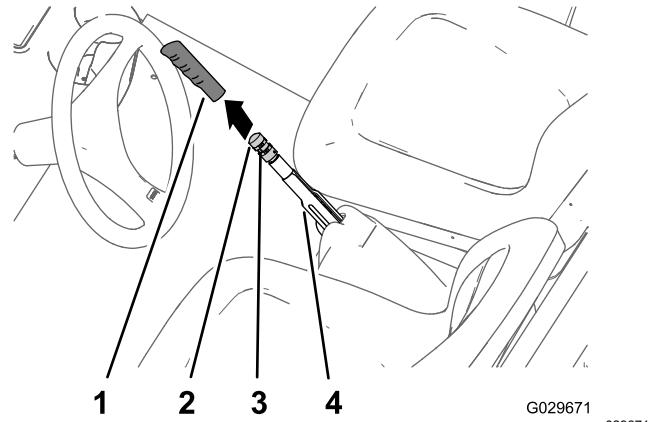

Bild 65
1. Nehmen Sie den Griff vom Feststellbremshebel ab (Bild 65).
2. Lösen Sie die Stellschraube, mit der das Feststellbremshandrad am Feststellbremshebel befestigt ist (Bild 65).
3. Drehen Sie das Einstellhandrad für die Bremse, bis eine Kraft von 133 bis 156 N erforderlich ist, um den Feststellbremshebel zu betätigen (Bild 65).
- Ziehen Sie die Stellschraube fest und befestigen den Handgriff (Bild 65).
- Nehmen Sie den Griff vom Feststellbremshebel ab (Bild 65).
- Lösen Sie die Stellschraube (Bild 65), mit der das Bremseinstellhandrad am Feststellbremshebel befestigt ist, lösen Sie die Feststellbremse und das Bremseinstellhandrad.
- Drehen Sie das Einstellhandrad für die Bremse (Bild 65), bis eine Kraft von 133 bis 156 N erforderlich ist, um den Feststellbremshebel zu aktivieren.